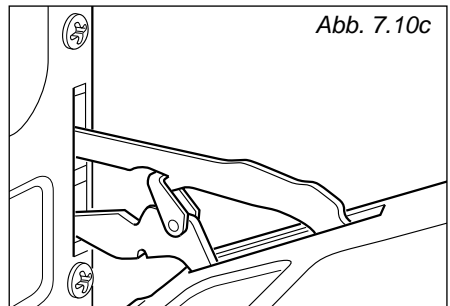

Abb. 7.10c
3. Ofentür anheben. Die Kerbe des unteren Scharnierteils löst sich aus der Raste (abb. 7.10C).